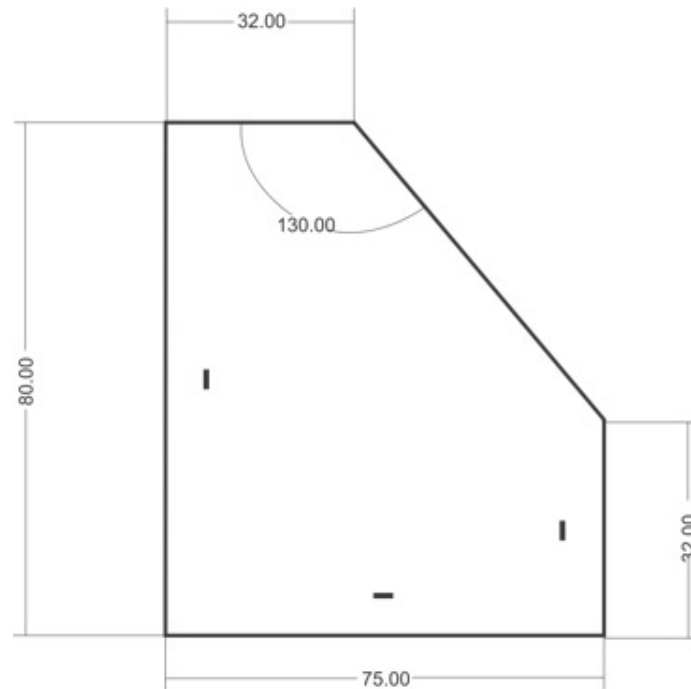

Figura 8. Pieza que se debe construir (Las medidas están en milímetros mm)
16. Usted requiere construir la pieza de la Figura 8. Para el desarrollo de su proyecto, se le da a usted una lámina de acrílico del doble de las medidas presentadas en la imagen.